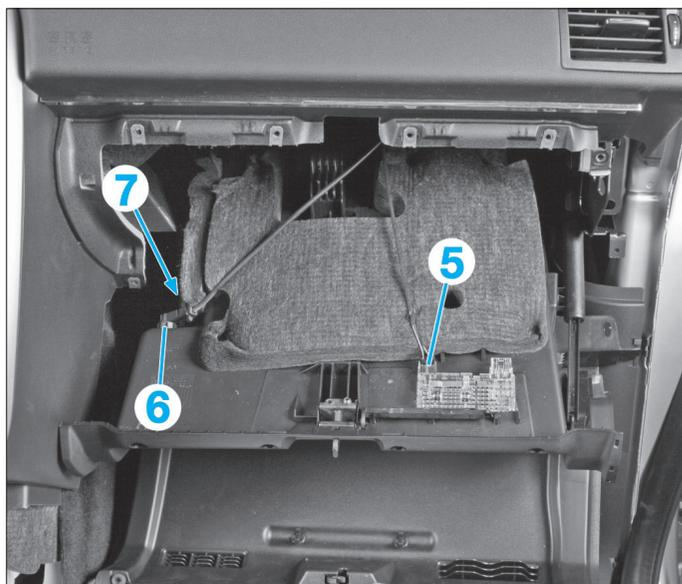

FIG. 17
- Déposer les caches et les vis (4).
- Dégager légèrement vers l'arrière la boîte à gants et débrancher les connecteurs (5) et (6) ainsi que le tuyau de réfrigération (7) (**Fig.17**).